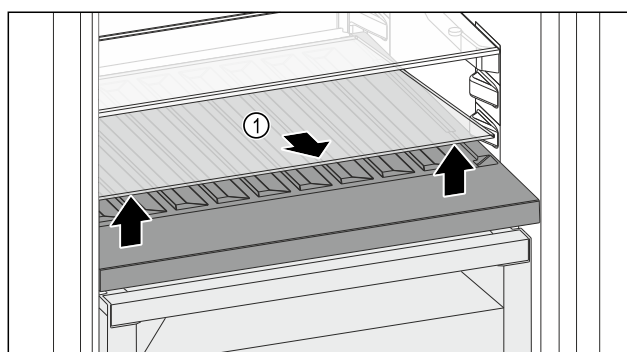

Fig. 86
- Sollevare il ripiano di vetro Fig. 86 (1) dall'incavo anteriore e rimuoverlo.
- Conservare il ripiano di vetro Fig. 86 (1) fuori dall'apparecchio in un luogo sicuro.